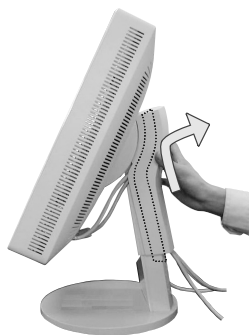
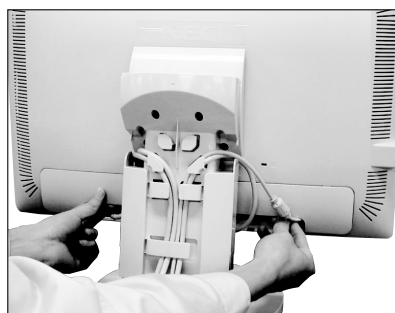

Рисунок S.1
Рисунок S.2
1. Возьмите монитор с двух сторон и установите его в самое верхнее положение. Снимите крышку кабельного отсека (**Рисунок S.1**). Снимите крышку отсека разъемов (**Рисунок S.2**).